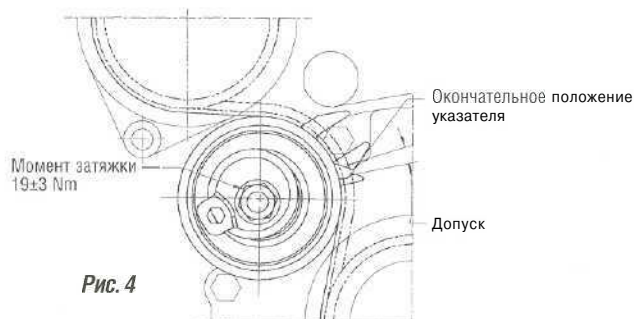

Рис. 4
7. Продолжайте вращать шайбу(3) пока указатель (6) не установится в положение, указанное на рисунке 4. Затем затяните болт на 19 ± 3 Nm (Рис. 4).